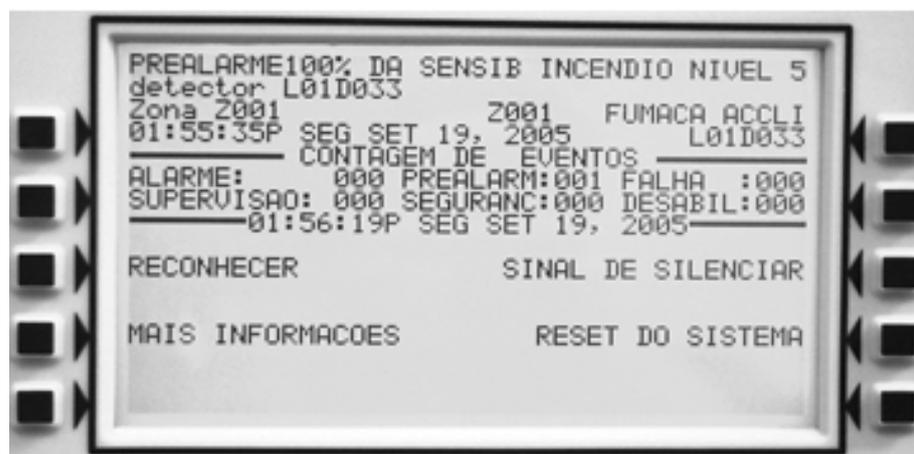

Figura 2.5 Modelo de Mensagem de Pré-alarme
- Exibirá PRÉ-ALARME no canto superior esquerdo do display LCD, assim como a leitura de sensibilidade, o código de tipo e outras informações específicas do detector, como mostrado na Figura 2.5.